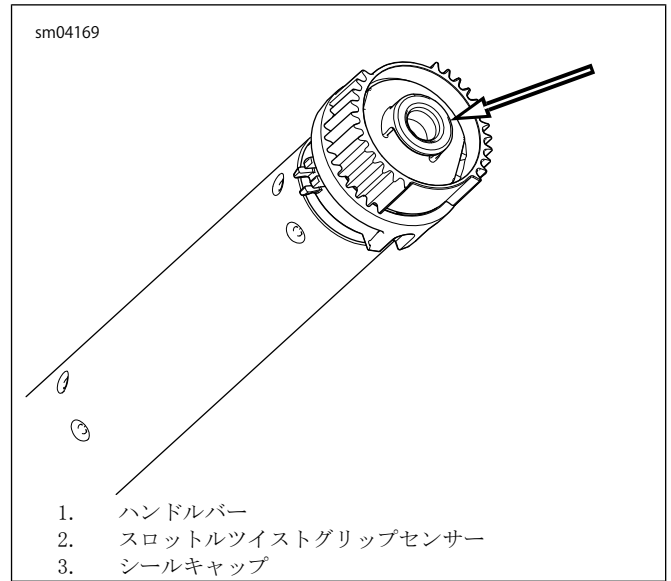

図4。シールキャップの取り外し
- ・ 「図4」を参照。小さいスクレイドライバーか、刃が水平なツールをシールキャップの片方の水平部分に挿入します。